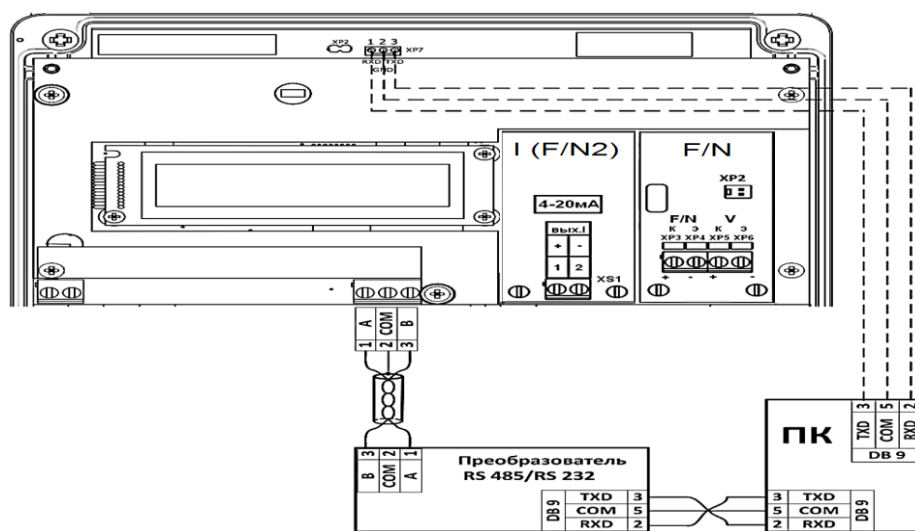

Рисунок 6.9
соответствии со схемой на рис. 6.9. Для запитывания датчиков давления должны быть установлены две переключки. Если расходомер поставляется без встроенных источников питания, должна быть установлена одна переключка (см. рис. 6.9).
6.7.1 Для проведения монтажа линий связи необходимо отвернуть 4 винта на передней панели ПМ и снять переднюю панель. После этого освобождается доступ к разъемам и клеммникам для подсоединения внешних цепей (см. рисунок 6.9).